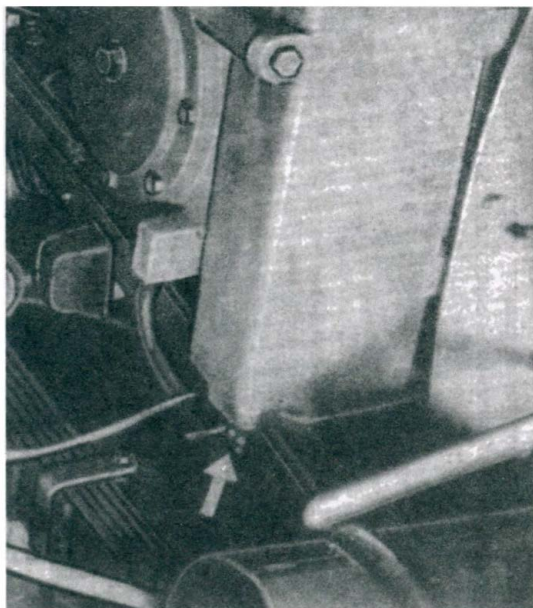

Рис.32 Теплообменник
- на теплообменнике (перед масляным поддоном) слева внизу (рис.32)